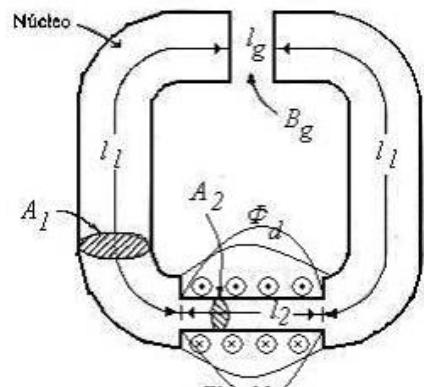
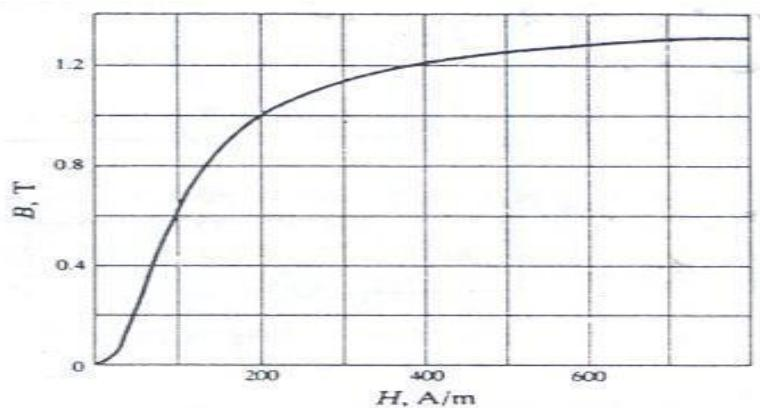

Fig. 10
Fig. 11
6.-Un circuito magnético compuesto en el que varía la sección transversal se muestra en la Fig.10; la porción de hierro tiene las características B-H de la Fig. 11. Datos  $N = 100$  vueltas;  $l_1 = 4l_2 = 40 \text{ cm}$ ;  $A_1 = 2 A_2 = 10 \text{ cm}^2$ ;  $l_e = 2 \text{ mm}$ ; flujo de dispersión  $\phi_d = 0,01 \text{ mWb}$ . Calcúlese la corriente  $I$  necesaria para establecer una densidad de flujo en el entrehierro de 0,6 T.